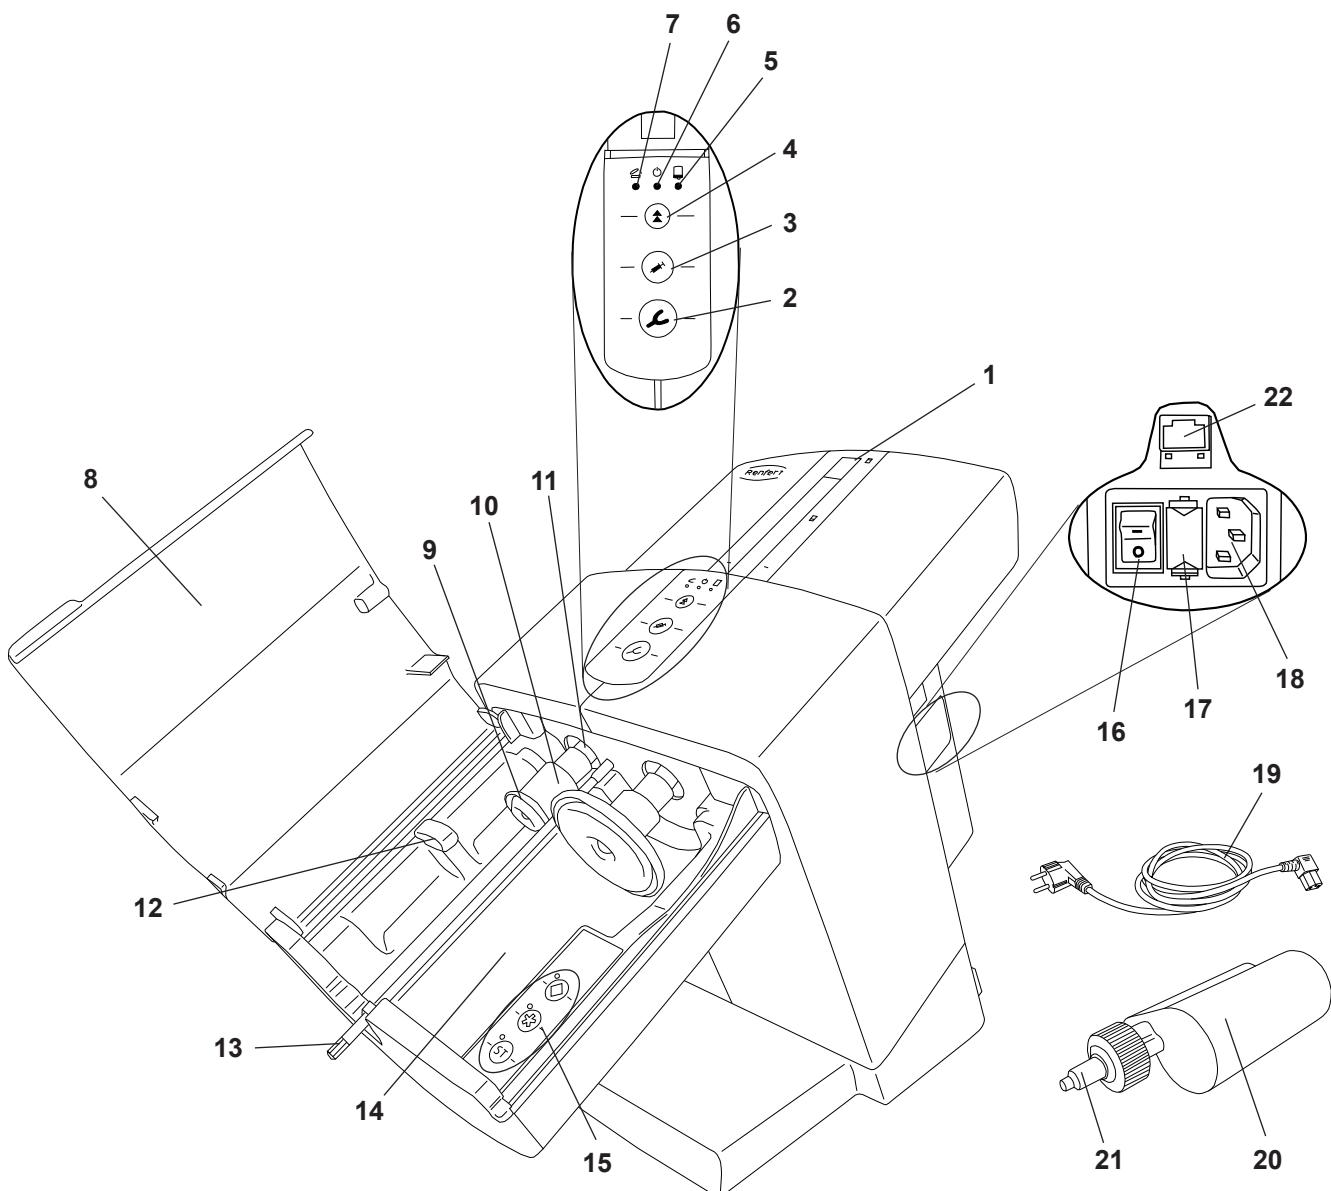

Fig. 1
- ⇒ Ligue o cabo de alimentação fornecido (19, Fig. 1) à entrada de alimentação (18).
- ⇒ Ligue a unidade usando o interruptor de alimentação (16).
- ⇒ Pressione o botão de retorno (4).
- ♦ As placas de impressão (9, Fig. 1) retornam à sua posição de saída e param.
- ⇒ Remova o dispositivo de retenção de transporte (23).
A inserção, assim como a troca de um cartucho, só é possível quando as duas placas de impressão (9, Fig. 1) estiverem em sua posição de saída.
- ⇒ Feche a tampa da unidade (8, Fig. 1).
- ⇒ Abra a tampa da unidade (8, Fig. 1).
- ⇒ Inserir o cartucho (20) no equipamento. Observe que o cartucho está localizado sob o dispositivo de extensão (12).
- ⇒ Selecione o programa de mistura (15), consulte também a seção 5.1.1. As informações sobre o programa de mistura encontram-se no cartucho na forma de um “asterisco” * ou “diamante” ◆ .
A tampa do aparelho só pode ser fechada quando o cartucho estiver inserido corretamente. Se a tampa do aparelho não estiver fechada corretamente, o LED vermelho “Abrir tampa do aparelho” (7, Fig. 1) se acenderá.
- Dispenser (3), baixa velocidade de impressão
- ◆ O misturador hexagonal (13, Fig. 1) começa a girar e se insere automaticamente na ponta misturadora (21, Fig. 1) e depois para novamente.